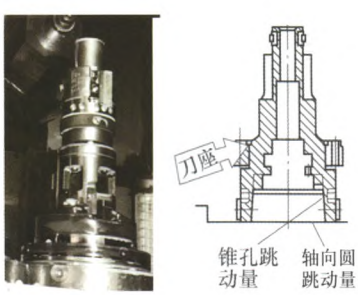

图7 偏转器安装示意
1) 安装偏转器。以50%的扭矩用6个轴向螺钉将偏转器安装到主轴上（见图7）；通过伺服电动机驱动拉杆沿U轴移动调整叉，将刀座端面（P₁/P₂面）的平行度调整在0.004mm以内；调节4个径向螺钉，将刀座锥孔的跳动量调整在0.04mm以内；以100%的扭矩将6个轴向螺钉拧紧；将这时的U轴位置作为0位（半精镗位置）输入到机床的NC程序中。